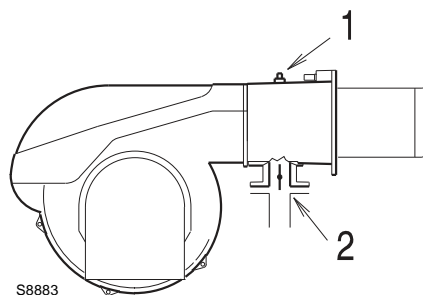

Fig. 26
Pressione del gas misurata alla presa 1)(Fig. 26), con:
Perdita di carico farfalla gas 2)(Fig. 26) con apertura massima: 90°.
- sottrarre dalla pressione del gas alla presa 1)(Fig. 26) la pressione in camera di combustione.
Per conoscere invece la pressione del gas necessaria alla presa 1)(Fig. 26), fissata la potenza massima di modulazione alla quale si desidera funzioni il bruciatore:
- Leggere sulla destra, colonna 1, la pressione alla presa 1)(Fig. 26).
pressione necessaria alla presa 1)(Fig. 26).